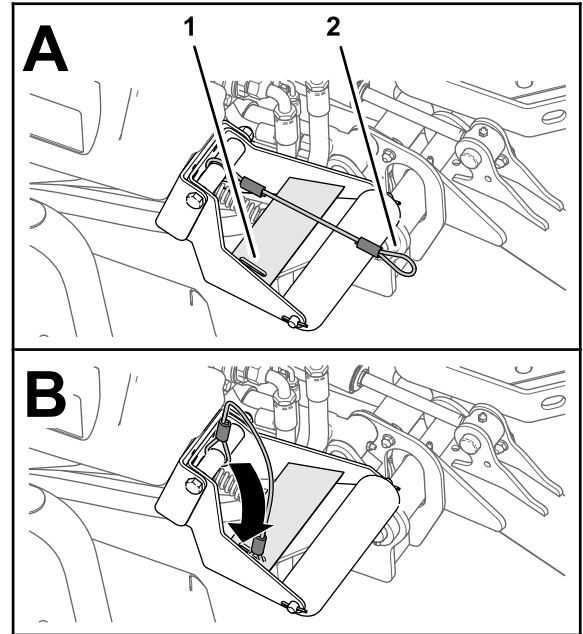

图 34
4. 在滚刀组放下时将系索的挂环滑入滚筒支架加强板的槽中图 34。